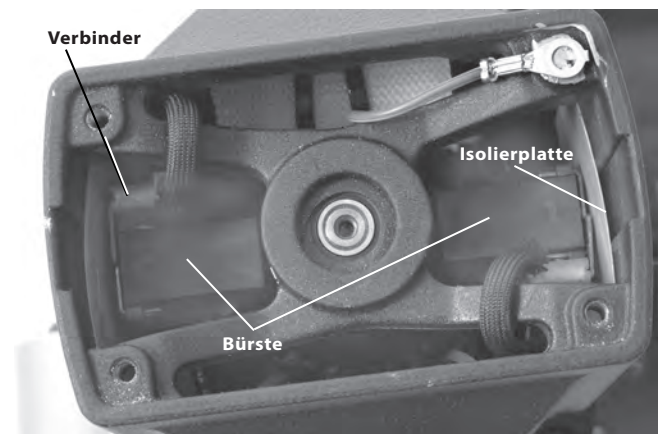

Abbildung 27 – Ersetzen der Bürsten – Ausbau der Motorabdeckung
3. Ziehen Sie die Motorbürsten mit einer Zange gerade heraus. Trennen Sie den Stecker. (Siehe Abbildung 27.)